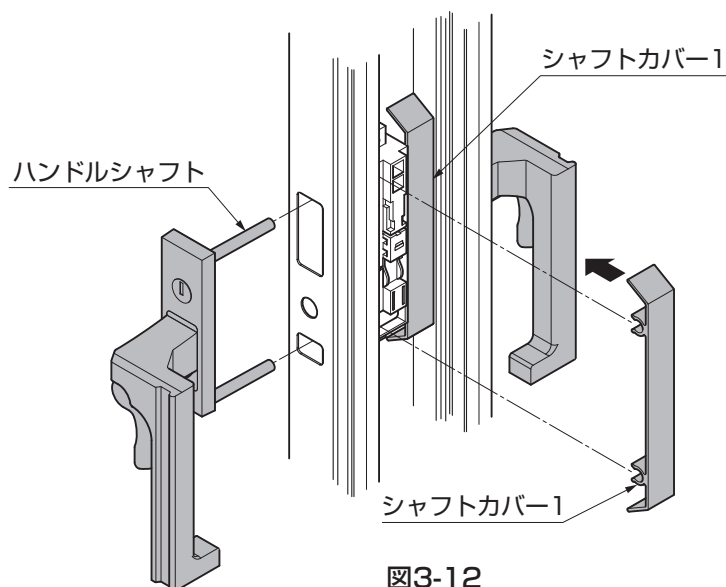
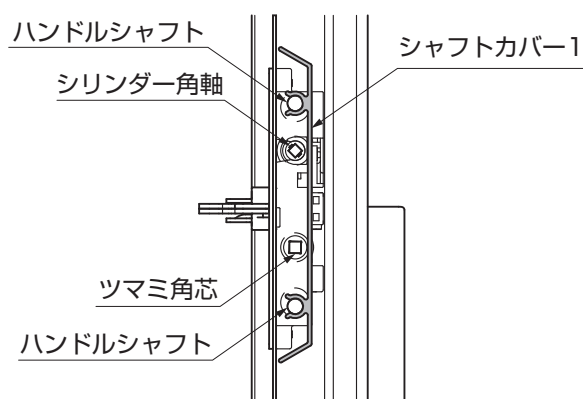

図3-12
図3-13
①シャフトカバー1を先に入れてから錠のハンドルシャフトを挿入してください。(図3-12、図3-13参照)